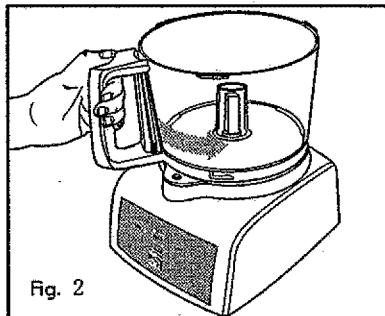

Fig. 2
3. Para montar, ponga la Vasija en la base alineando la manija de la la con el icono de abrir en la base. Gire la la a la izquierda hasta que haga clic en el lugar (véase Fig. 2 y 2a). La manija de la vasija ahora debe hacer frente directo al frente del centro.
5. Ponga el montaje de Cubierta de la vasija sobre la vasija. Alinee la flecha en la Cubierta y el icono de abrir en la vasija (véase Fig. 2 y 2a). Gire la cubierta a la Izquierda hacia el centro delantero hasta que haga clic.